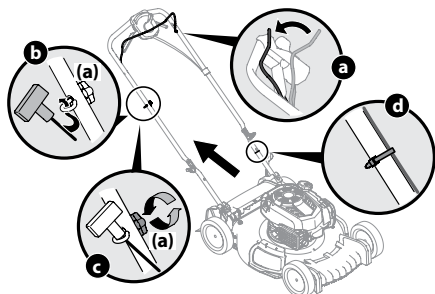

Figure 2-4
- Le guide-câble est fixé sur le côté droit de la poignée supérieure. Desserrez l'écrou papillon (a) qui fixe le guide-câble à la poignée. Voir Figure 2-4.